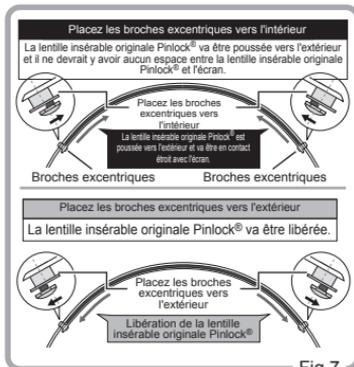

Fig.7
- Ajustez les broches excentriques en les faisant pivoter avec un outil. (Fig.7)